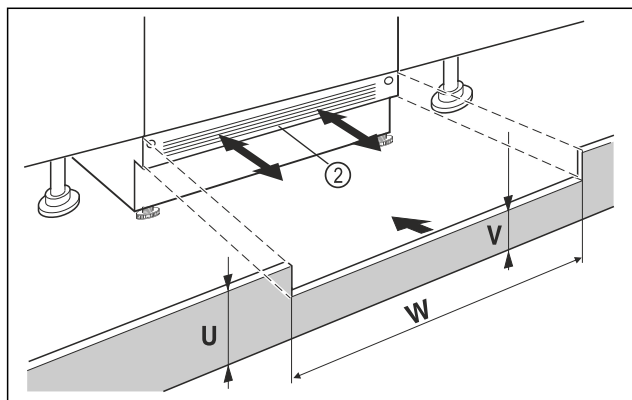

Fig. 40 Примерно изображение
- ▶ Поставете цокъла на уреда Fig. 40 (2), но не го фиксирайте.
- ▶ При виждащ се цокъл Fig. 40 (2), изтеглете го толкова напред, че предният ръб на вентилационната решетка и мебелният цокъл да образуват една равнина.
- ▶ При скрит цокъл Fig. 40 (2), избутайте го докрай назад.
- ▶ Внимавайте всички вентилационни отвори да бъдат свободни: При нужда височината на мебелния цокъл Fig. 40 (U) може да бъде намалена чрез изрязване!
- ▶ Нагласете височината на стъпалото Fig. 40 (V) под цокъла на уреда Fig. 40 (2) по продължение на широчината на нишата Fig. 40 (W).